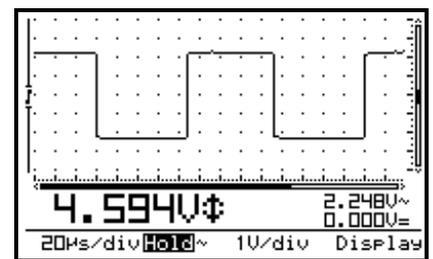

Fig 11
- **Punktraster:** Der Bildschirm wird in Referenzpunkte unterteilt (Abb. 11)